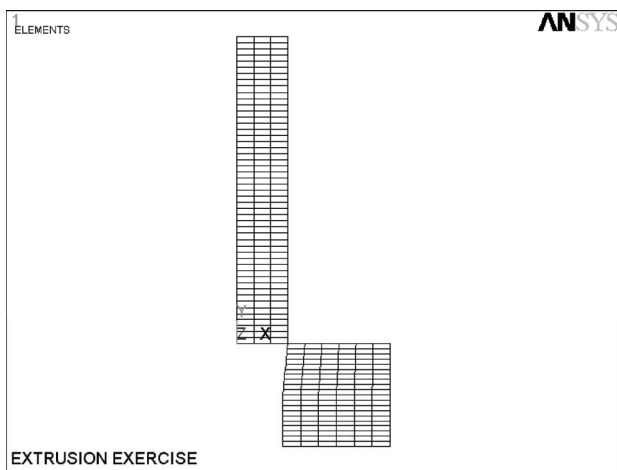

图 5-226 网格划分结果显示
13) 选择 Utility Menu | Plot | Elements 命令，屏幕上将显示网格划分结果，如图 5-226 所示。